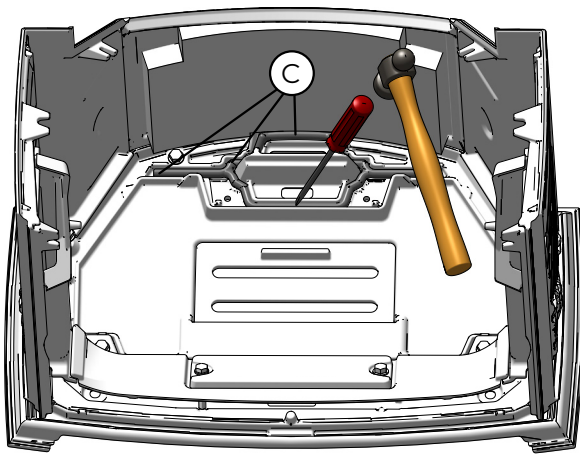

Fig. 7.11
| 6 | Retirer l'ancien ciment (C) de la rainure (Fig. 7.11) |